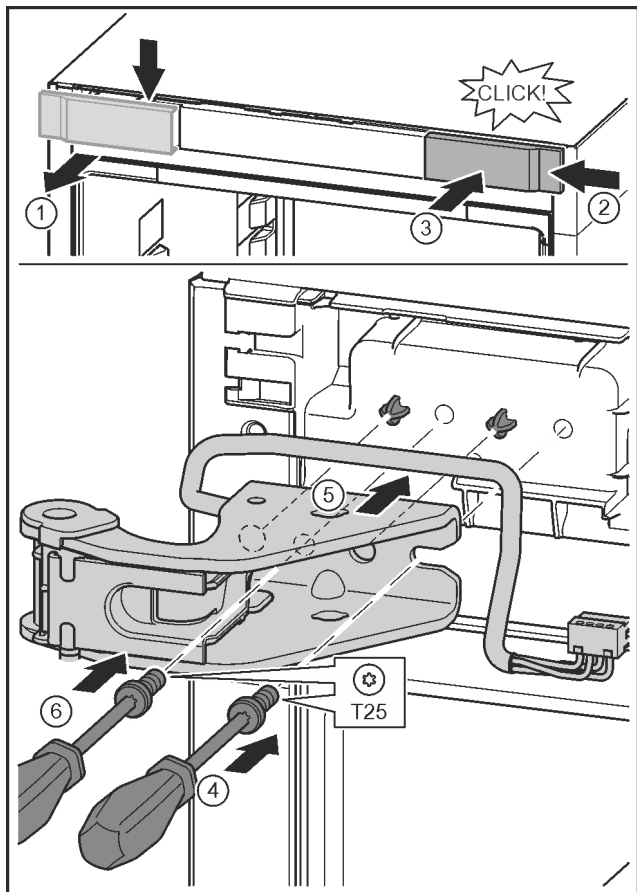

Fig. 33
- ▶ Kryt uvolněte a sejměte do strany. Fig. 33 (1)
- ▶ Kryt otočený o 180° zavěste na druhé straně zprava. Fig. 33 (2)
- ▶ Zaklapněte kryt. Fig. 33 (3)
- ▶ Šroubovákem T25 nasadíte šrouby. Fig. 33 (4)
- ▶ Nasadíte horní stojan ložiska. Fig. 33 (5)
- ▶ Utáhněte šroub. Fig. 33 (4)
- ▶ Šroubovákem T25 vložte šroub a utáhněte. Fig. 33 (6)